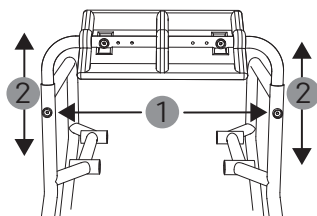

Abb. 9
1. Zum Einstellen der Rückenlänge lösen Sie die Rändelmutter an den Seitenteilen und ziehen Sie die Schrauben heraus (1, Abb. 9).
(2, Abb. 9).